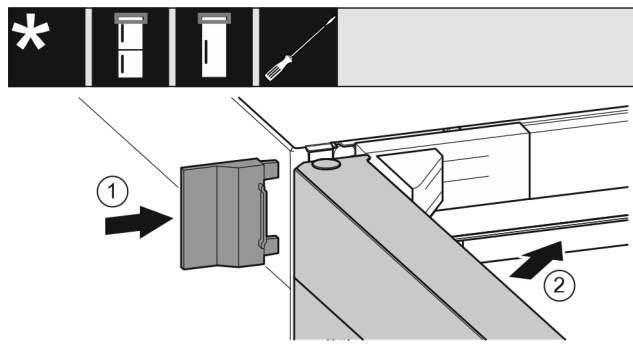

Fig. 23
► Насуньте зовнішню кришку Fig. 23 (1).
► Закрийте верхні дверцята Fig. 23 (2).